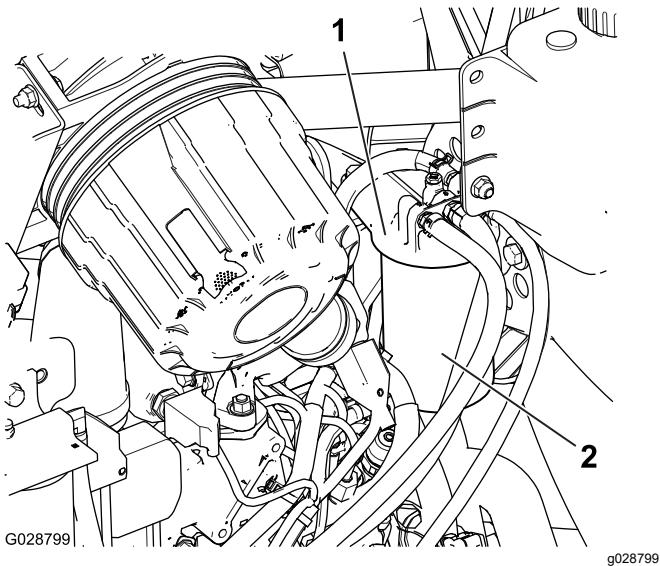

Figura 64
1. Pulite le superfici circostanti la testa del filtro del carburante (Figura 64).
2. Togliete il filtro e pulite la superficie di montaggio della testa del filtro (Figura 64).